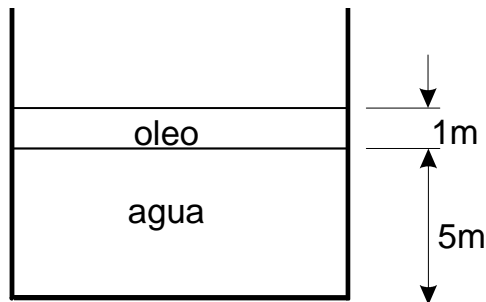
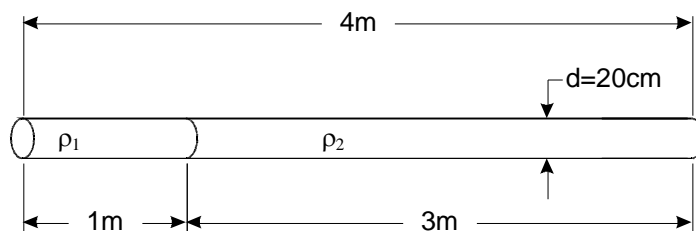

Fig. 3: Reservatório com água e óleo
Fig. 4: Cilindro maciço de dois materiais
6. O cilindro feito de dois materiais (Fig. 4,  $\rho_1 = 3,0 \cdot \rho_{\text{água}}$  e  $\rho_2 = 0,2 \cdot \rho_{\text{água}}$ ) é colocado no reservatório da Fig. 3 com estratificação discreta de dois fluidos ( $\rho_{\text{água}} = 1000 \text{ kg/m}^3$  e  $\rho_{\text{óleo}} = 900 \text{ kg/m}^3$ ). Calcule a profundidade em que o cilindro flutua dentro do reservatório.